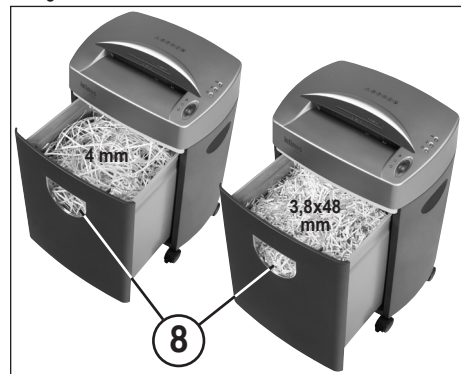

fig. 3
RECIPIENTE DE RECOGIDA (Fig. 3):
El recipiente de recogida tiene que ser vaciado cuando el material desmenuzado pueda ser visto por la ventana de control del nivel de llenado (8) (fig. 3).